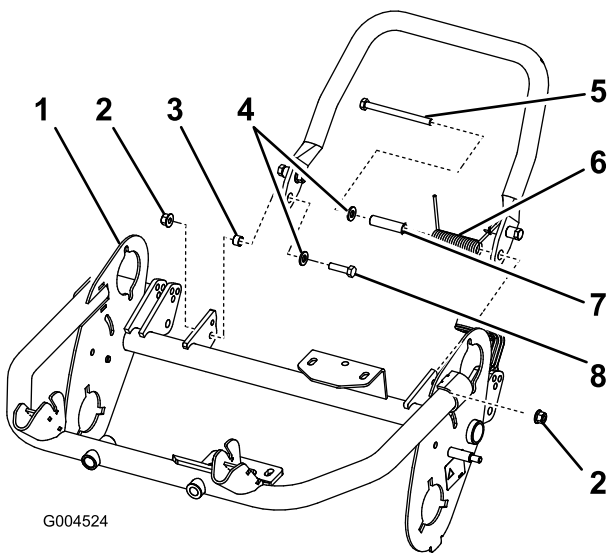

Bild 9
- Setzen Sie eine Scheibe (M8) auf die kleine Schraube (M8-1,25 x 030). Montieren Sie die rechte Seite des Ständers mit der Schraube und der Scheibe, dem kleinen Distanzstück und der Sicherungsmutter (M8-1,25) am Rahmen (Bild 9). Stellen Sie sicher, dass die Schraube von der Innenseite des Rahmens eingesetzt ist, siehe Bild 9.
Wichtig: Setzen Sie beim Einbauen der Feder ein Ende der Feder unter den hinteren Rahmen (Bild 9).
- Montieren Sie die linke Seite des Ständers mit der Schraube und der Scheibe, dem großen Distanzstück, der Feder und der Sicherungsmutter (M8-1,25) am Rahmen (Bild 9). Stellen Sie sicher, dass die Schraube von der Innenseite des Rahmens eingesetzt ist, siehe Bild 9.